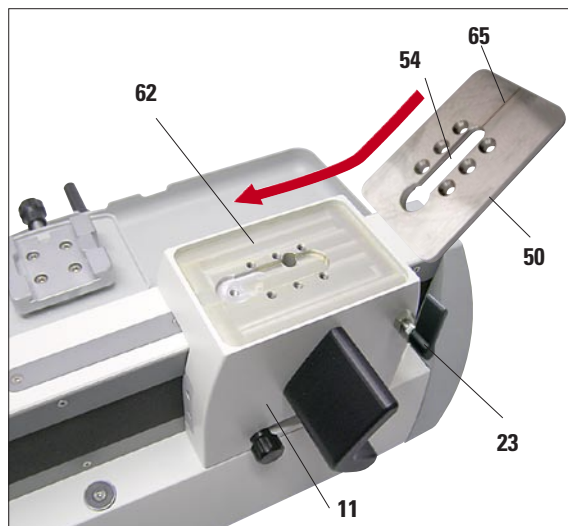
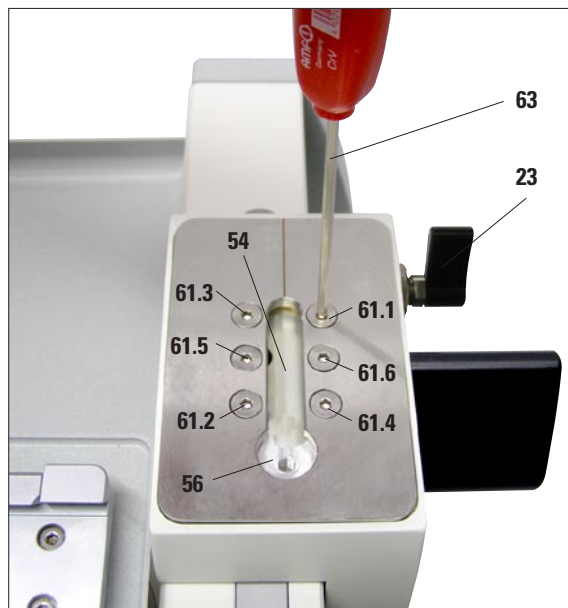

図 15
図 16
- 図 15 の通り、中間プレートをマウントテーブル上に配置します。ナイフホルダー挿入用の溝 (54) の丸い端部 (56) が前方を向いていることを確認してください (図 16)。
- 6 本の皿小ネジ (61.1-61.6) を穴に挿入し、六角レンチ T25 (63) でネジを対角に (図 16 に示した順序で) しっかりと締め付けます。